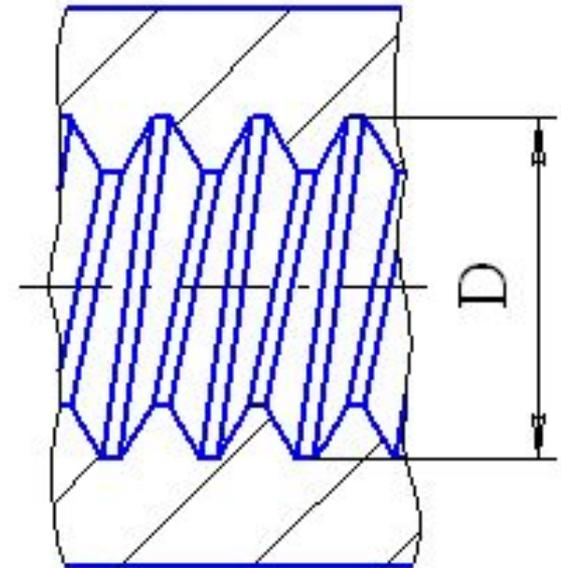

Рис. 5.3
5.1 2. **Наружный диаметр резьбы (d , D)**- диаметр воображаемого прямого кругового цилиндра, описанного вокруг вершин наружной или впадин внутренней цилиндрической резьбы (рис.5.3).